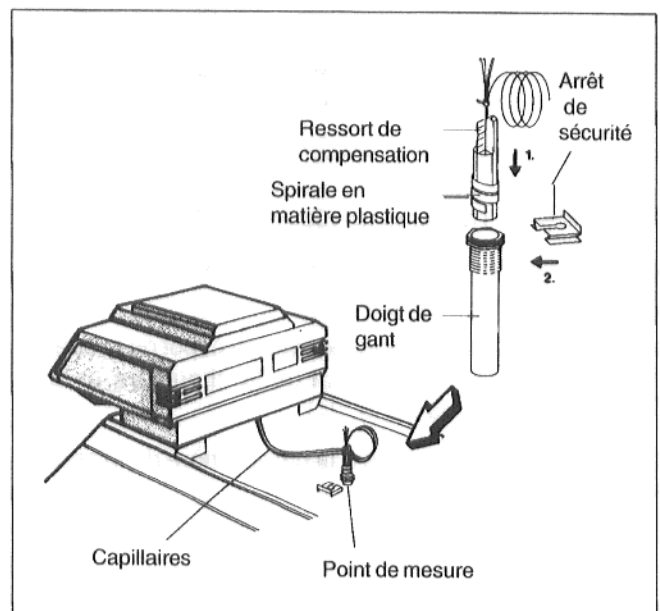

Fig. 18
- Faire passer les capillaires (Fig. 18) de la sonde de température (et, pour la régulation «Ecomatic», ceux de la sonde de l'eau de la chaudière) sur le calorifuge du bloc chaudière en les amenant vers l'arrière jusqu'au point de mesure.
- Introduire la sonde dans le doigt de gant jusqu'à la butée. La spirale en plastique est automatiquement repoussée. Le ressort de compensation doit également être introduit dans le doigt de gant (Fig. 18).
- Presser latéralement, ou de haut en bas, l'arrêt de sécurité (livré avec la régulation) sur la tête du doigt de gant (Fig. 18).